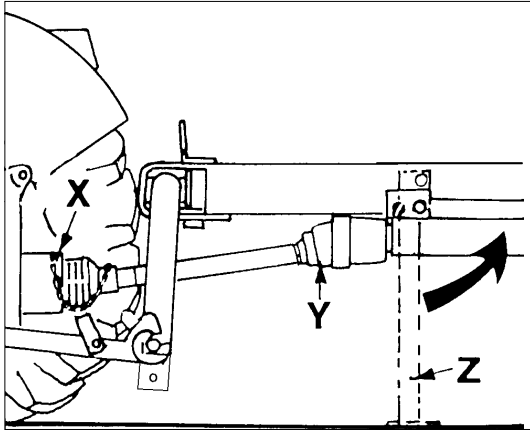

Figure 3-3
- Atteler l'andaineur rotatif sur les bras inférieurs du tracteur (figure 3-3).